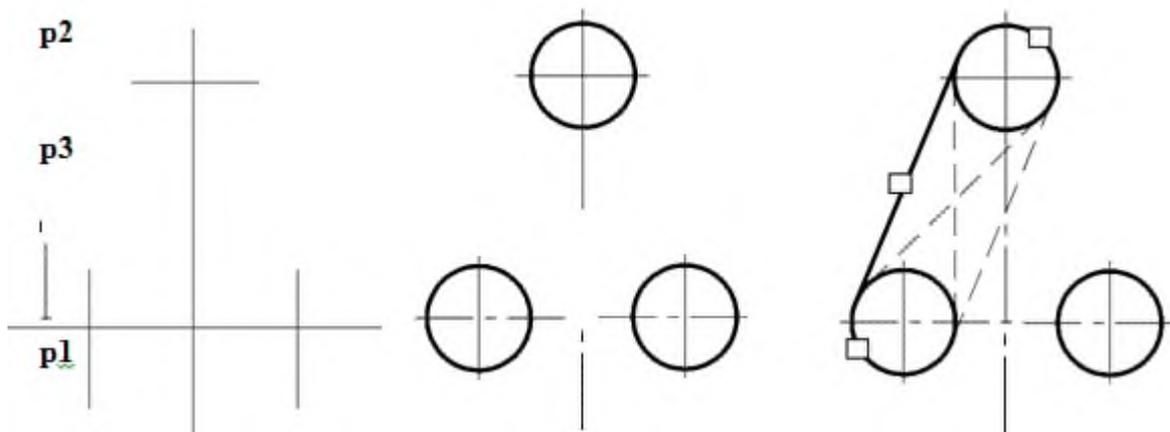

Рис. 1.1. Построение касательных к двум окружностям.
Построение касательных к двум окружностям заданных радиусов представлено на рис. 1.1. Вначале рекомендуется изобразить осевые линии, задающие центры окружностей (см. рис. 1.1а). Далее необходимо изобразить сами окружности, к которым строится касательная прямая (рис. 1.1б).
первой окружности, к которой должна быть проведена касательная прямая (рис. 1.1в). Указать графическим курсором произвольную точку (точка **p2**) на второй окружности, к которой должна быть проведена касательная прямая (рис. 1.1в).
3. Выбрать курсором нужную касательную на графической зоне и щелкнуть по кнопке  – **Создать объект** панели специального управления (точка **p3**) (рис. 1.1в).